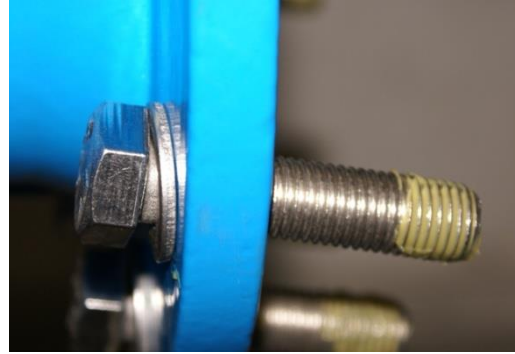

Figure 2
- Tous les éléments de transmission de puissance du raccordement à bride (vis/écrous selon la figure 2) doivent être enduits d'un lubrifiant approuvé comme la graisse Klüber VR69-252.